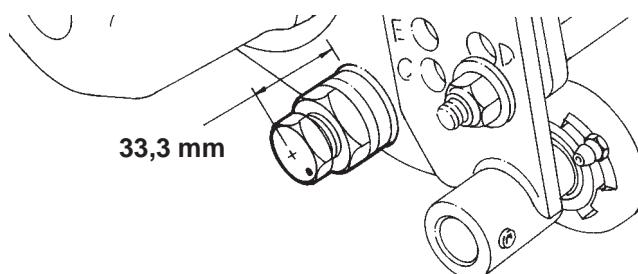

Bild 14
- Legen Sie an der linken Seite der Schnittleiste die Kunststoffscheibe zwischen die Schnittleiste und die Seitenplatte. Schrauben Sie die Drehschraube durch die Klemmmutter und die Seitenplatte in die Schnittleiste, bis der Abstand zwischen dem oberen Ende der Drehschraube und der Seitenplatte 33,3 mm beträgt. Der Kennpunkt sollte nach hinten zeigen. Ziehen Sie die Klemmmutter noch nicht fest (Bild 14).